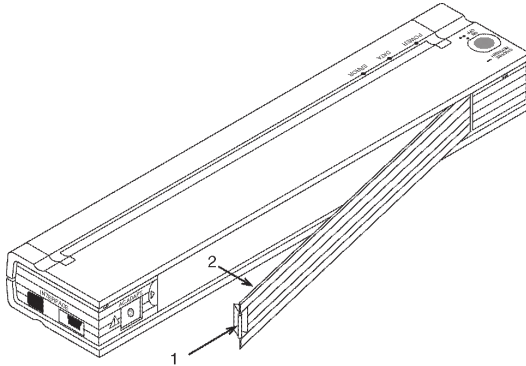

Figura 10. Apertura de la cubierta de la batería
1. Abra el compartimiento de la batería de la impresora presionando el seguro de la cubierta. Empuje la cubierta para retirarla del receptáculo del adaptador de CA. Consulte la figura 10.